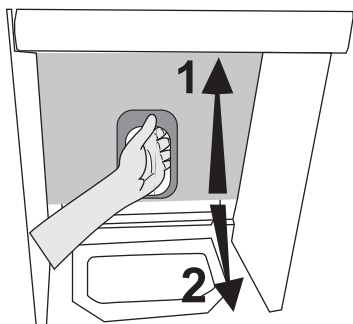

Fig. 8.2.3
- 4) inclinare la parte inferiore della ghisa verso la portina ed estrarla completamente. (Fig. 8.2.3 e 8.2.4).
- 4) inclinar la parte inferior de la pieza de hierro fundido hacia la puerta y sacarla completamente. (Figs. 8.2.3 y 8.2.4).
- 4) slant the bottom of the cast iron panel towards the door and pull it right out. (Figs. 8.2.3 and 8.2.4).